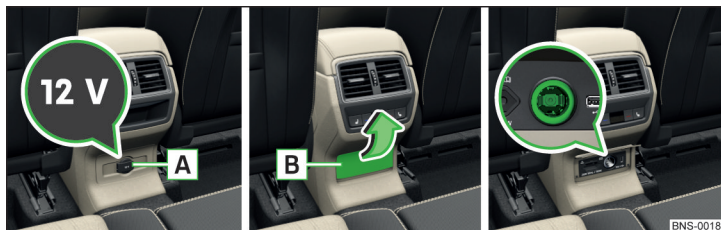

Abb. 135 Abdeckung der 12-Volt-Steckdose / Abdeckung der 12-Volt-Steckdose aufklappen
- Zum Gebrauch die Abdeckung **A** öffnen bzw. die Abdeckung **B** in Pfeilrichtung aufklappen » Abb. 135.